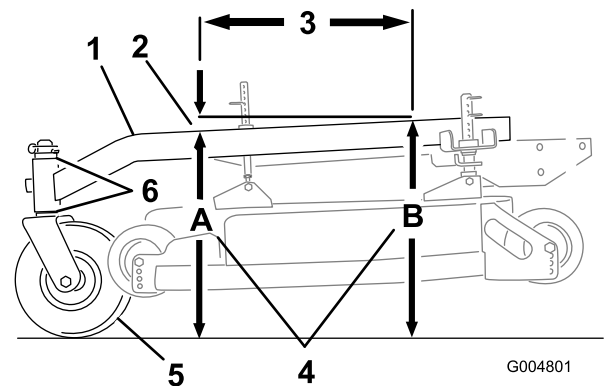

Figura 56
El bastidor de tiro debe tener una inclinación longitudinal de entre 3 mm (1/8 pulg.) y 9 mm (3/8 pulg.) a lo largo de 61 cm (24 pulg.) (Figura 56).
1. Mida 61 cm (24 pulg.) en el bastidor de tiro (Figura 56).
2. Mida la altura del bastidor de tiro en la posición **A** (Figura 56).
3. Mida la altura del bastidor de tiro en la posición **B** (Figura 56).
4. La altura en la posición **A** debe ser de 3-10 mm (1/8-3/8 pulgada) menor que la de la posición **B** (Figura 56).
5. Si la inclinación del bastidor de tiro no es la correcta, mueva los espaciadores de las ruedas giratorias para obtener una inclinación de 3-10 mm (1/8-3/8 pulgada) (Figura 56). Mueva espaciadores desde arriba o desde abajo para obtener la inclinación correcta.